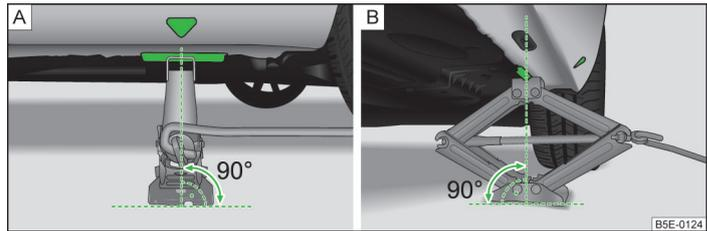

Abb. 164 Wagenheber ansetzen
- Den Wagenheber so ansetzen, dass die Klauenseite den Steg umfasst » Abb. 164 - ►
- › Die Grundplatte des Wagenhebers mit ihrer gesamten Fläche auf einem geraden Untergrund abstützen und sicherstellen, dass sich der Heber in senkrechter Position zur Stelle, an der die Klaue den Steg umfasst, befindet » Abb. 164 - A.